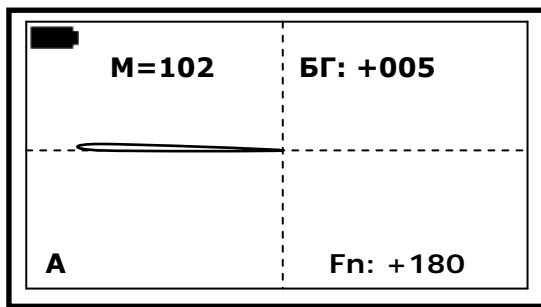

Рис. 17
4. Плавно поднесите датчик к грунту сверху вниз, избегая ударов датчиком о траву, камни и другие объекты. Скорость поднесения датчика должна быть такой, чтобы он опустился до уровня грунта приблизительно, за одну - две секунды. При поднесении датчика к грунту, на дисплее будет вырисовываться линия из центра в левую сторону экрана\* (Рис. 17). Опускайте датчик до тех пор, пока линия не дойдет до левого края дисплея, не допуская ударов датчиком о грунт, густую траву и т.д.